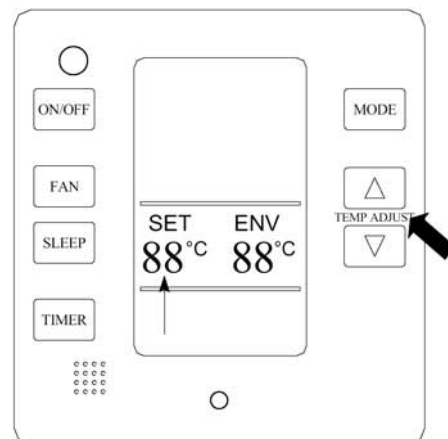

Fig. 6 Ajuste de Temp.
3. Ajuste de temperatura (Fig. 6)